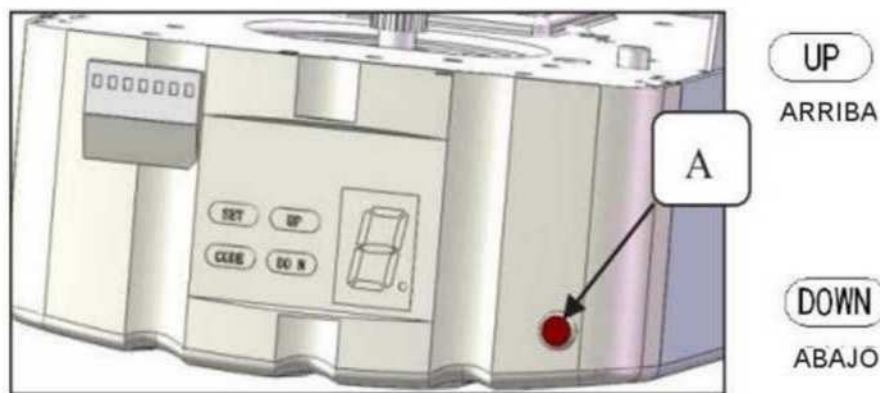

Fig.2
15. Botones de Operación Arriba / Abajo (para Configuración) (Fig.2).
16. Fusible Principal Externo (A) (Fig.2).